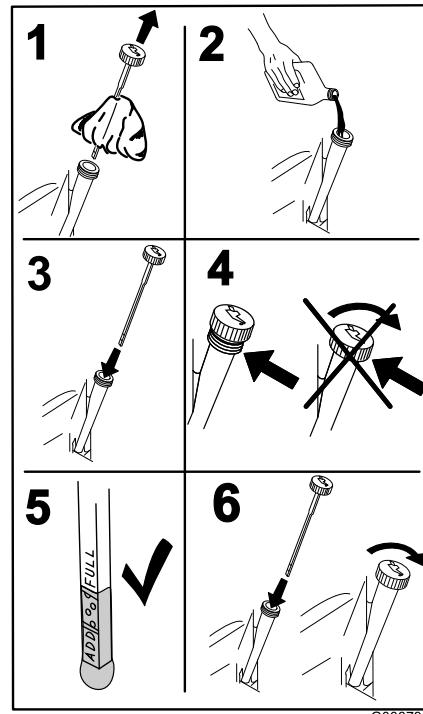

Figura 40
5. Versate lentamente circa l'80% dell'olio indicato nel tubo di rifornimento e sempre con cautela rabboccate l'olio necessario per portarlo alla tacca di **Pieno** (Figura 40).